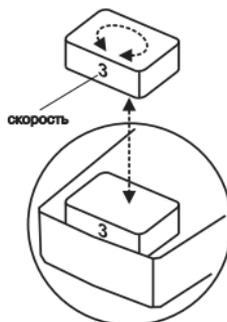

Рис.5. Переключение скорости трехфазного насоса.
6.3.3. Для переключения скорости трехфазного насоса необходимо вынуть переключатель из разъема и установить его таким образом, чтобы цифра с обозначением скорости была видна через прозрачное окно на корпусе насоса (см. Рис.5). Переключатель скорости у трехфазного насоса находится под защитной крышкой.